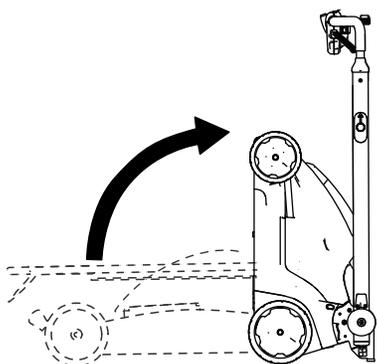

Figura 22
5. Incline a máquina para trás e empurre-a pela pega para um espaço de arrumação (Figura 22).